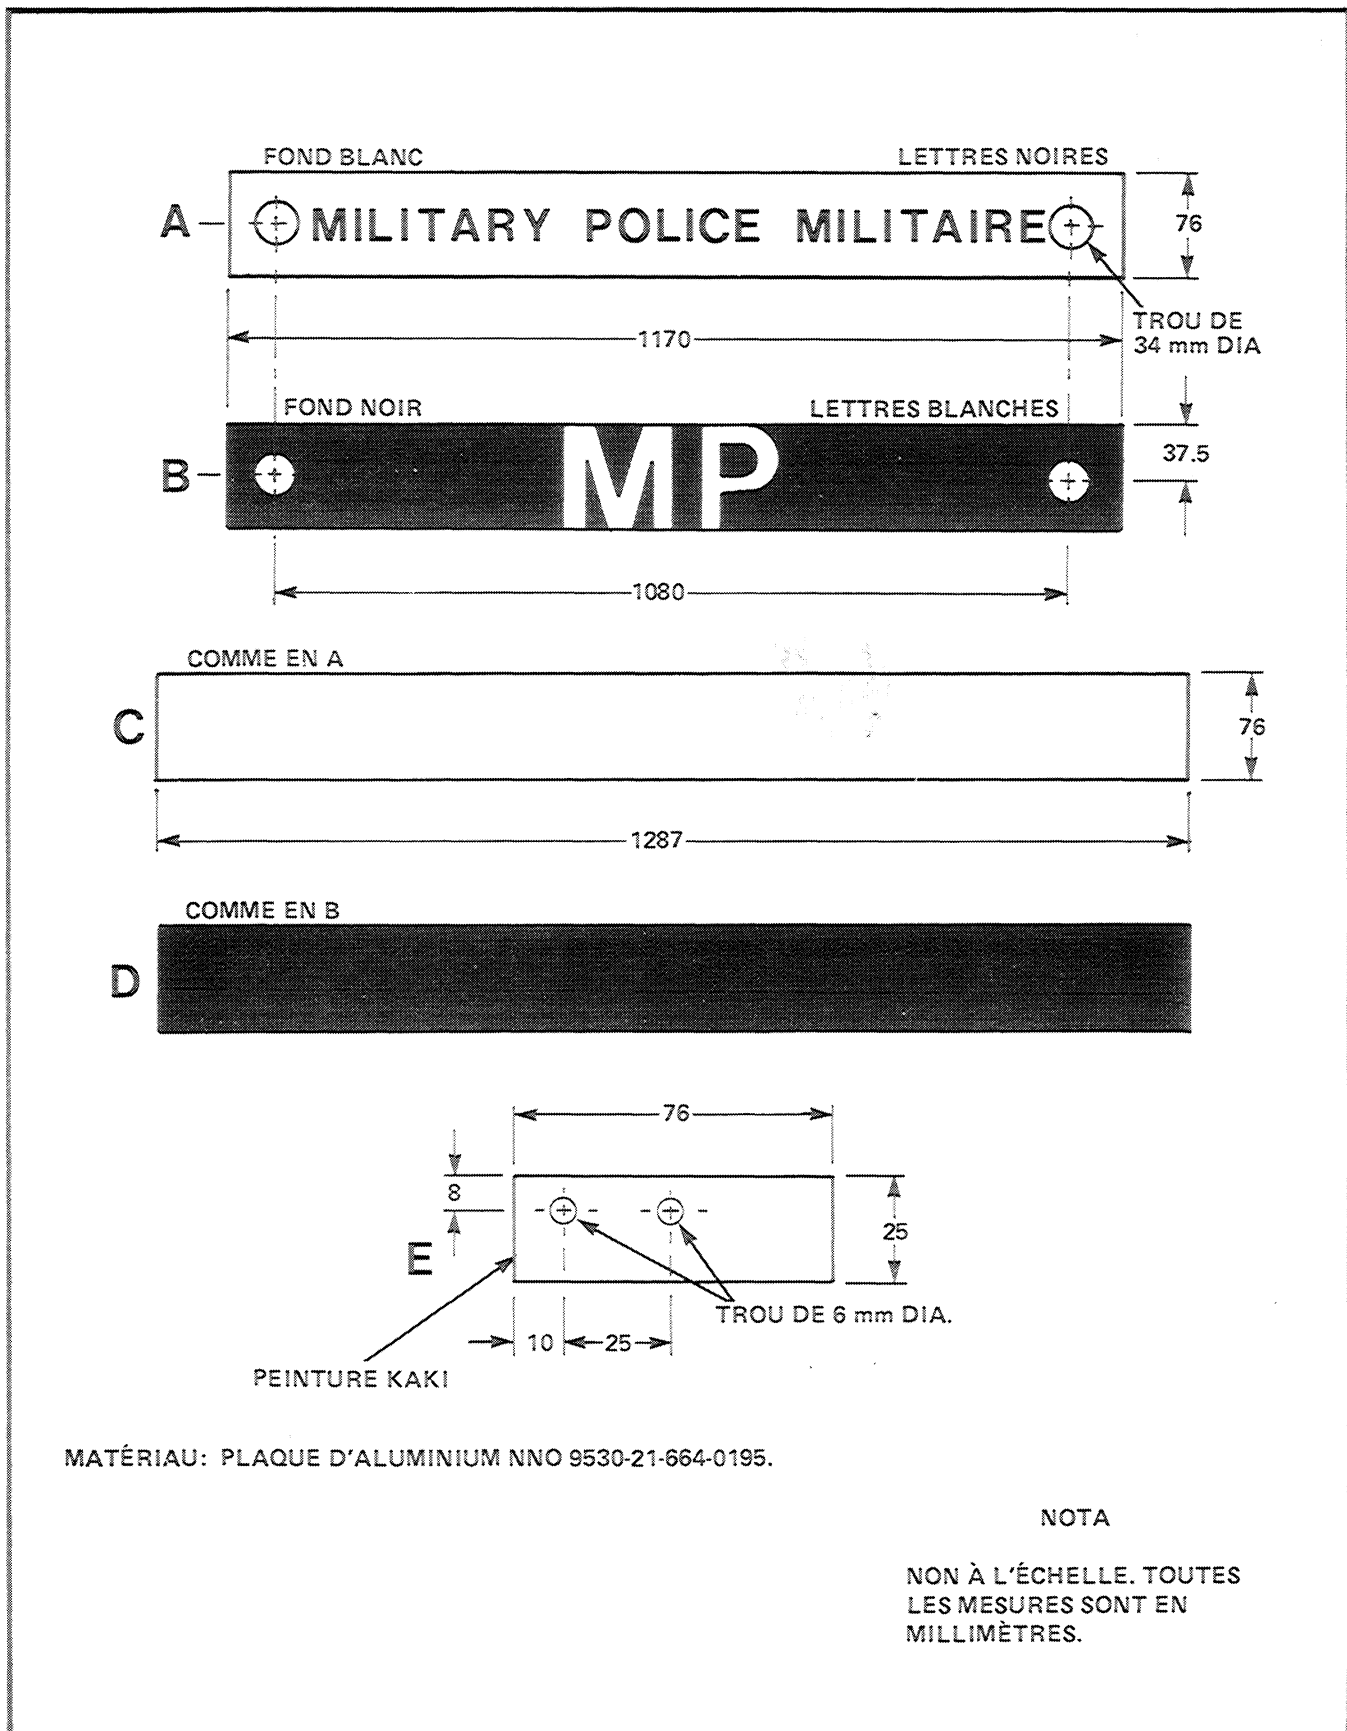

Figure 14 Fabrication des affiches de la police militaire
21. Voir la figure 14. Les affiches doivent être construites de telle manière qu'elles peuvent porter des inscriptions des deux côtés. L'affiche arrière (vues A et B) se fixe de chaque côté du véhicule à l'aide des sangles en toile de la capote. Lorsque la capote est enlevée, elle se fixe à l'arceau de sécurité, juste à l'arrière des sièges avant. L'affiche avant (vues C et D) se monte sous le pare-brise avec deux fixations « E ».
22. Pour fabriquer les affiches de la police militaire, consulter la figure 14 et procéder de la manière suivante:
- Enduire les deux fixations (article E, figure 14) d'apprêt 1-GP-132, puis de peinture kaki faible signature infrarouge 503-321.
- Couper deux morceaux de gaine thermorétractable (29) et les ajuster sur l'extrémité non percée de la fixation.